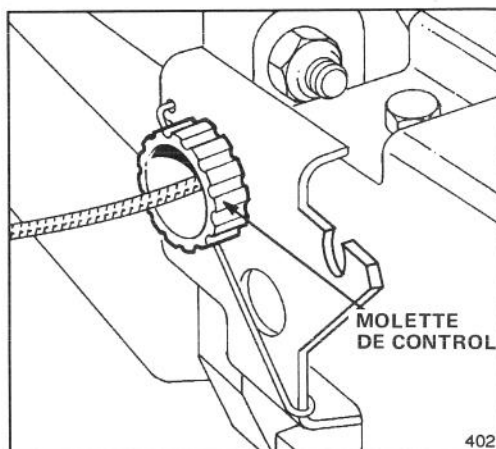

Figure 24
2. Réglage (Fig. 24) — Tournez la molette de contrôle d'un demi-tour dans le sens des aiguilles d'une montre si la tondeuse ne se propulse pas. Si la tondeuse rampe vers l'avant, tournez la molette d'un demi-tour dans le sens contraire